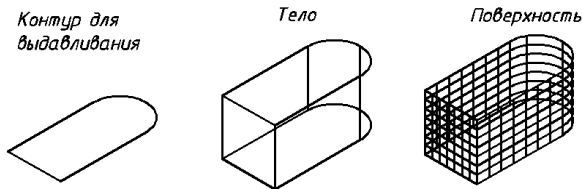

Рис. 9
**Пример** (рис. 9). Если контур – единый замкнутый объект, при выдавливании создается тело; если контур составлен из отрезков и дуг – создается поверхность поверхности.